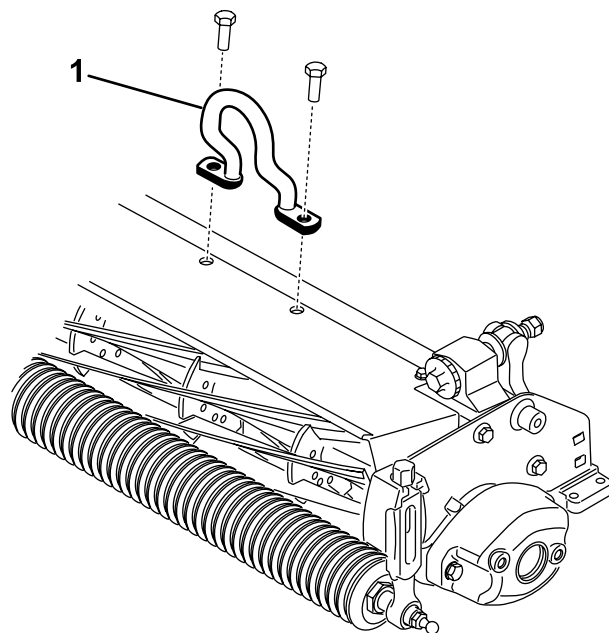

Figure 6
2. Montez l'anneau excentré (Figure 6) sur le haut du défekteur au moyen de 2 vis à tête.